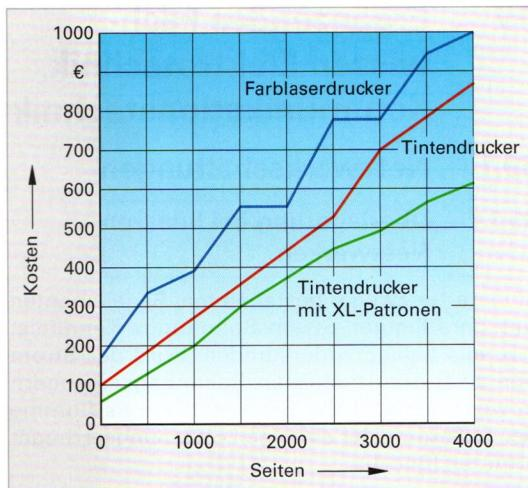

Bild 1: Druckkosten im Vergleich
1. **Bild 1** zeigt die Druckkosten verschiedener Tintendrucker und Farblaserdrucker im Vergleich. In einem Büro werden im Monat 2000 Farbseiten erstellt. Berechnen Sie Kosten für eine Farbseite bei Nutzung a) des Farblaserdruckers b) des Tintendruckers mit XL-Patronen.
4. Bei den Druckkosten nach **Bild 1** wurde der Gerätepreis nicht mit eingerechnet. Der Laserdrucker kostet 600 €, der Tintenstrahldrucker wird mit 700 € angeboten. Mit welchem Preis/Seite ist der Gerätepreis auf eine Farbseite zu kalkulieren? Der Drucker ist 3 Jahre in Betrieb und monatlich werden 1000 Seiten erstellt.